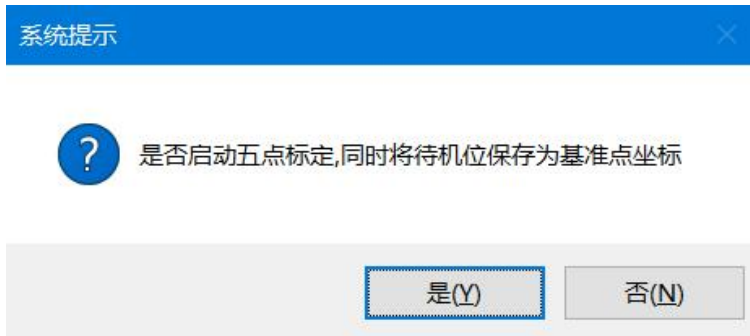

图 2-27
- d. **相机标定：**一键启动系统所有相机同步标定；同时系统配置“标定同时保存基准点”时，弹出如下图界面，点击“是”即可进行一键标定动作；如下图 2-27 所示：